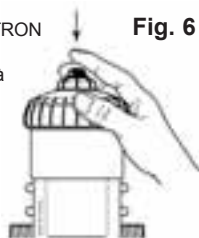

Fig. 6
- Appuyer sur le bouton de purge au sommet du couvercle (Fig. 6).